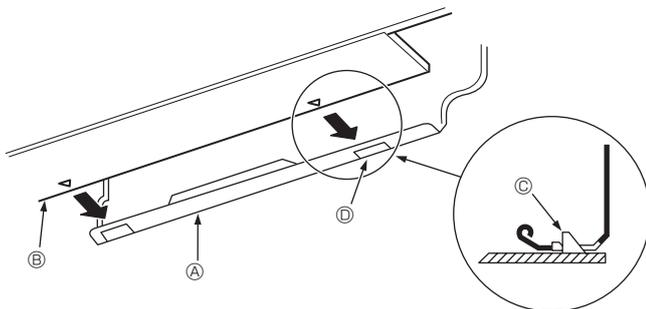

Abb. 3-11
3. Hängen Sie den oberen Teil der Innenanlage an die Montageplatte ①, während Sie die Kältemittelleitung und das Abflussrohr in die Wandöffnung (Tülle) einführen.
5. Befestigen Sie die Innenanlage, indem Sie sie gegen die Montageplatte ① drücken. (Abb. 3-11)
* Vergewissern Sie sich, dass die Knöpfe unten an der Innenanlage sicher in die Montageplatte ① eingehängt sind.